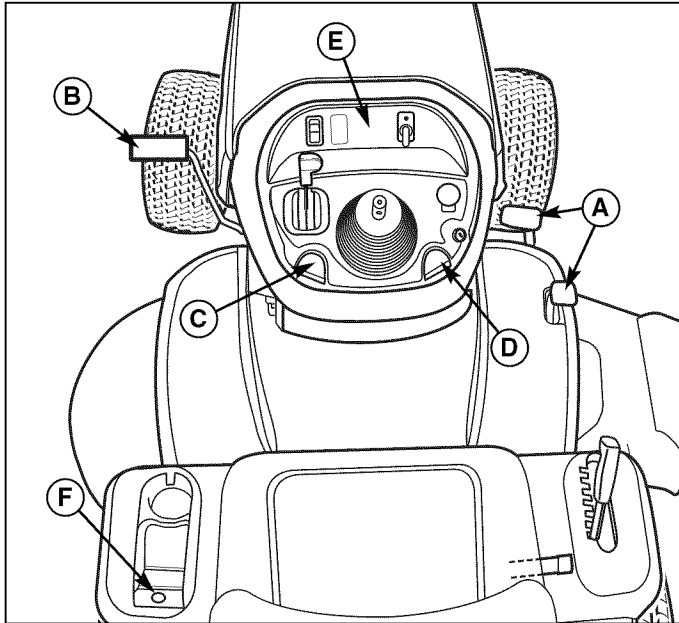

Figura 3. Accionamiento del freno de estacionamiento
Activación del freno de estacionamiento: Consulte la Figura 3. Para colocar el freno de estacionamiento, suelte los pedales del acelerador (A), presione por completo el pedal del freno (B), levante la perilla del freno de estacionamiento (C) y luego suelte el pedal del freno.
Soltar el freno de estacionamiento: Consulte la Figura 3. Para soltar el freno de estacionamiento, presione el pedal del freno (B).
1. Levante la perilla de control de crucero (D, Figura 3).
2. Presione el pedal del acelerador (A).
3. Levante la perilla de control de crucero (D) cuando alcance la velocidad deseada. El control de crucero se fijará en alguna de sus cinco posiciones.
1. presione el pedal del freno (B, Figura 3),